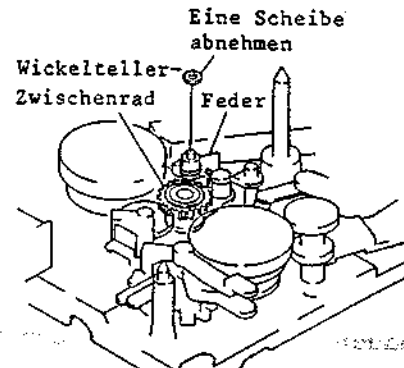

Abb. 2-77 Ausbau des Wickelteller-Zwischenrades
### 3-29 Ausbau des Wickelteller-Zwischenrades (Abb. 2-77)
2. Die zwischen dem Wickelteller-Zwischenrad und dem Chassis angeordnete Feder freigeben (siehe Abb. 2-77).
3. Eine (1) Scheibe abnehmen und das Wickelteller-Zwischenrad herausziehen.